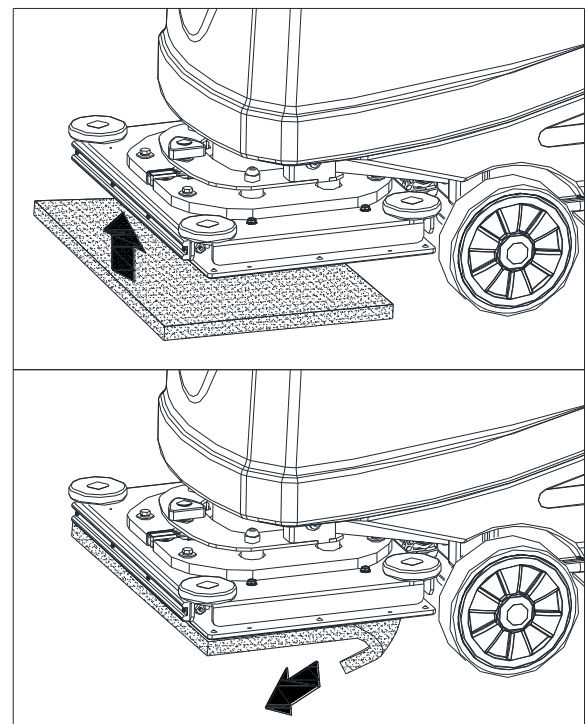

Figura 5.1
- Levante a plataforma pressionando o interruptor (46).
- Instale e desinstale a esponja (A, Figura 5.1).